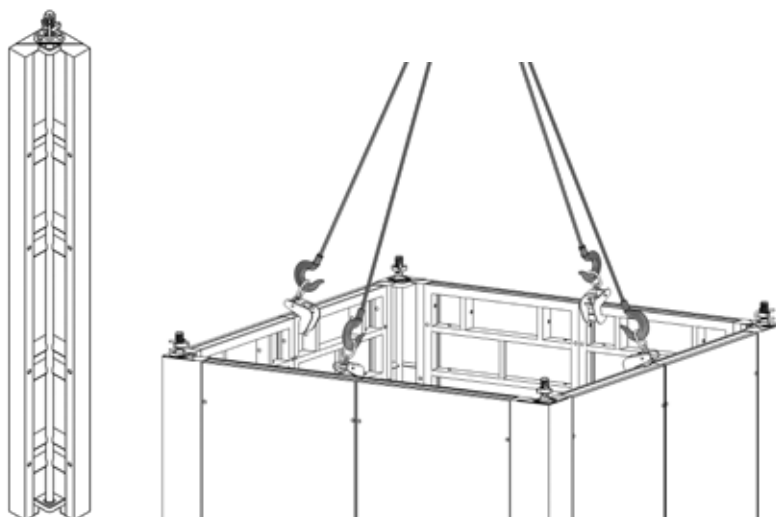

Рис. 58
1. Установить 4 распалубочных угла ST на одну лифтовую шахту (Рис. 58)